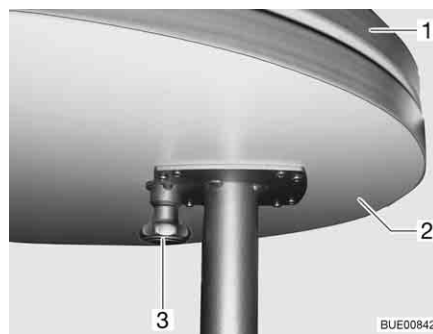

Fig. 111 Prolongación de mesa giratoria hacia fuera
- Tirar el botón (Fig. 111,3) del bloqueo hacia abajo y girar la prolongación de la mesa (Fig. 111,2) hacia fuera.
- Girar la prolongación de la mesa (Fig. 111,2) debajo del tablero de la mesa (Fig. 111,1) hasta que se oiga engatillar el bloqueo.